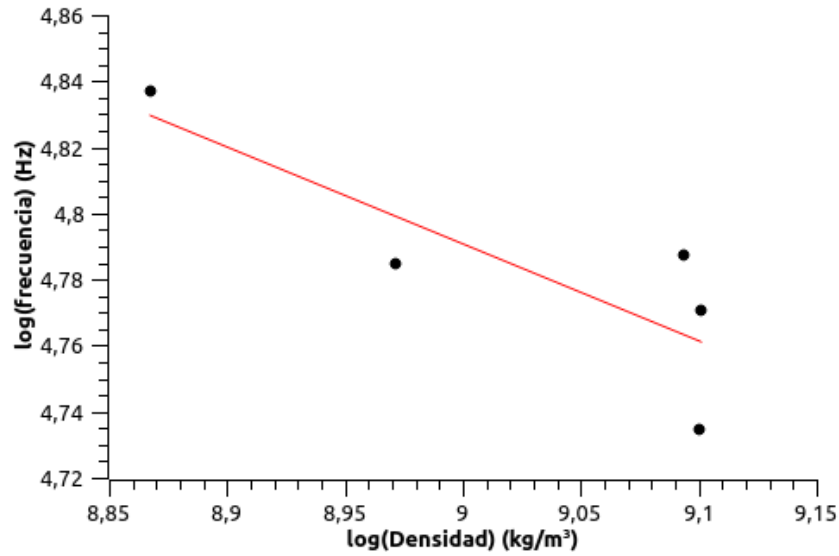

Figura 4: frecuencia según densidad
- En la Figura 4 hemos representado los logaritmos de frecuencia según los logaritmos de densidad de cada material, especificadas en la Tabla 7.